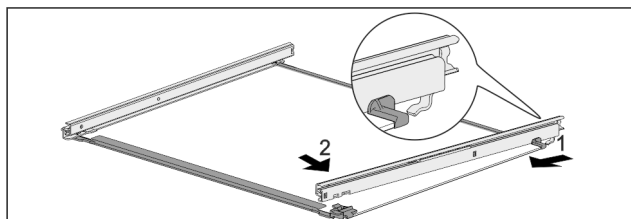

Fig. 105 Стеклянная пластина с направляющими
- ▶ Зацепите направляющую сзади. Fig. 105 (1)
- ▶ Защелкните направляющую спереди. Fig. 105 (2)